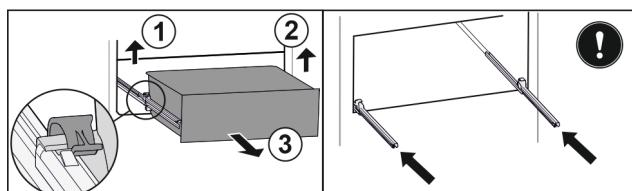

Fig. 38
- Zvedněte levou svorku a současně vytáhněte zásuvku vlevo dopředu. Fig. 38 (1)
- Zvedněte pravou svorku a současně vytáhněte zásuvku vpravo dopředu. Fig. 38 (2)
- Vyjměte zásuvku dopředu. Fig. 38 (3)